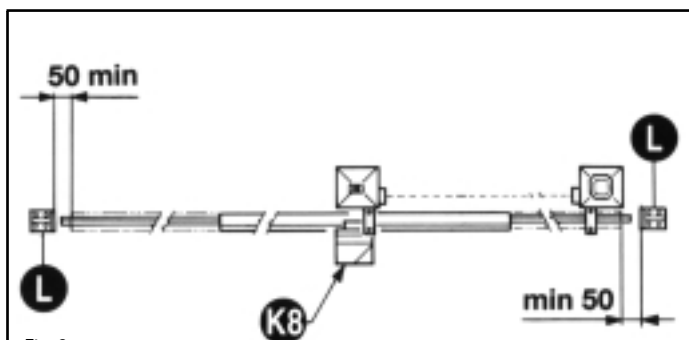
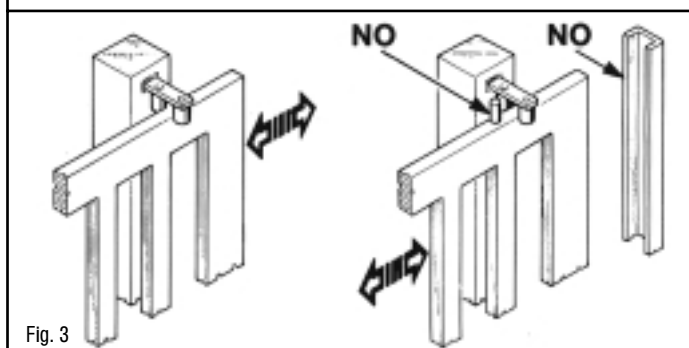

Fig. 2
Fig. 3
È necessario che la guida abbia alle sue estremità due fermi meccanici (L) (Fig. 2). Inoltre, le colonne devono avere superiormente delle guide antideragliamento (Fig. 3).
The guide needs to have two mechanical stops (L) of the type indicated at its ends (Fig. 2).
In addition, the columns must have anti-derailment guides at the top (Fig. 3).
N.B. Eliminate the mechanical stops of the type indicated in Fig. 3.
Il est nécessaire que le guidage ait à ses extrémités deux arrêts mécaniques (L) du type indiqué (Fig. 2). En plus, les colonnes doivent avoir dans la partie supérieure des guidages antidéraillement.
Eliminer les arrêts mécaniques du type décrit (Fig. 3).
Die Führungsschiene muß an beiden Enden mechanische Sperrungen (L) haben, wie in der Abbildung dargestellt ist (Fig. 2). Darüberhinaus Mußen die Säulen über Entgleisungsschutzvorrichtungen verfügen (Fig. 3).